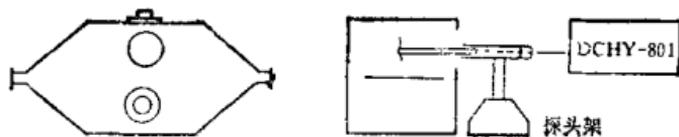

图 3
24.2 把 DCHY-801 电场探头固定在探头架上。调整探头架高度及位置, 将电场探头经小室门插入室内, 并置于横电磁波室上半空间的几何中心处, 如图 3 所示。